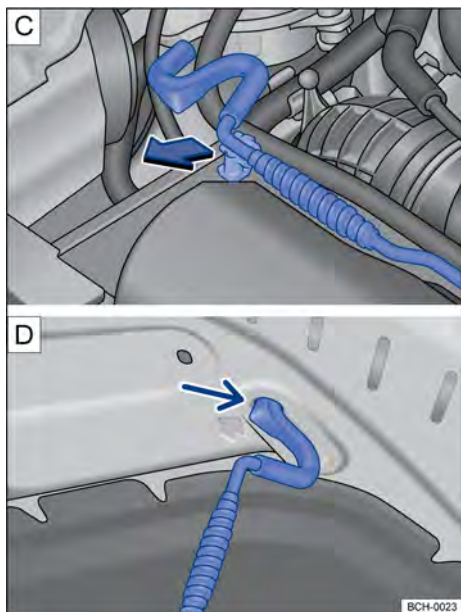

Fig. 187 [C] Haste de sustentação da tampa do compartimento do motor. [D] Tampa do compartimento do motor apoiada na haste de sustentação.
- Retirar a haste de sustentação do suporte no sentido da seta → Fig. 187 [C] e posicioná-la na abertura na tampa do compartimento do motor → Fig. 187 [D].
- Retirar a haste de sustentação do furo → Fig. 187 [D] e encaixá-la no suporte do fecho → Fig. 187 [C].